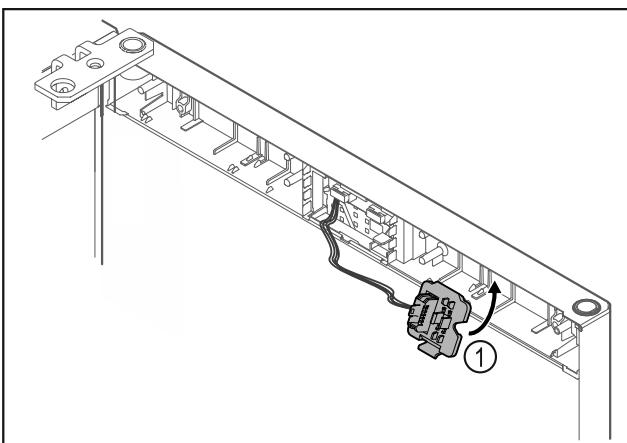

Fig. 21
- Steckerhalterung Fig. 21 (1) auf Gegenseite einrasten.